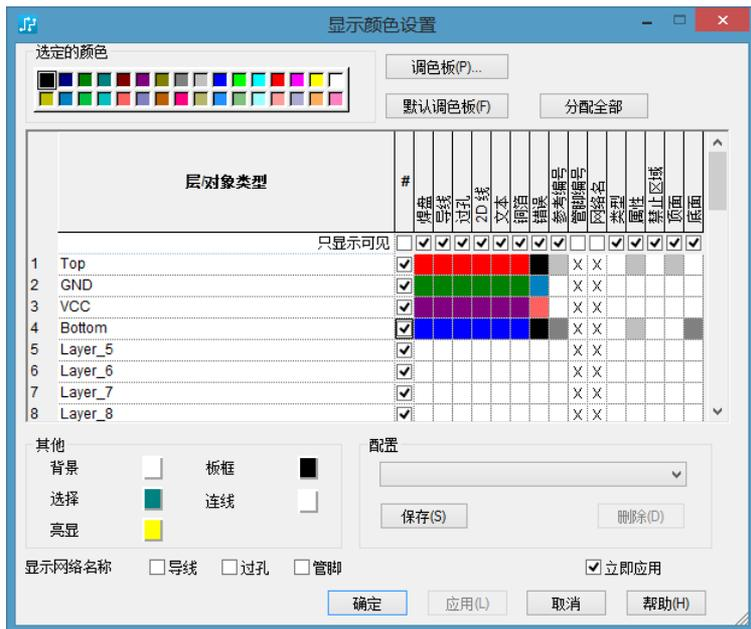

图 11-6 “显示颜色设置”窗口
(1) 在菜单栏中执行“设置”“显示颜色”命令，弹出如图 11-6 所示的“显示颜色设置”窗口。在此设置顶层布线为红色，底层布线为蓝色，其他对象的颜色设置采用默认值。